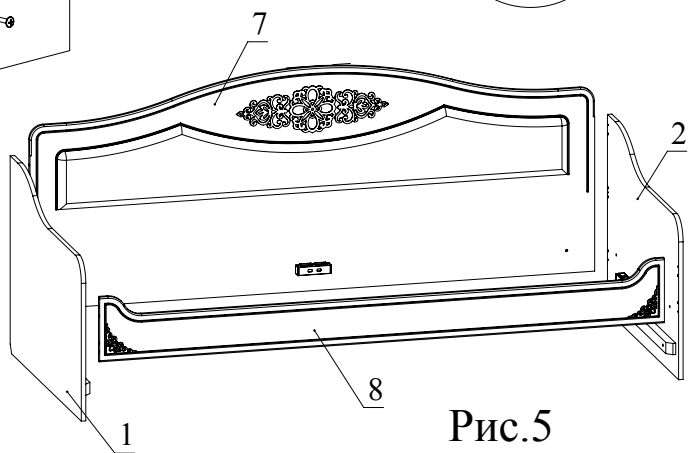

Рис.5
7. Установите детали 7 и 8 между деталями 1, 2 и зафиксируйте, повернув головки минификсов по часовой стрелке до упора (Рис. 5).